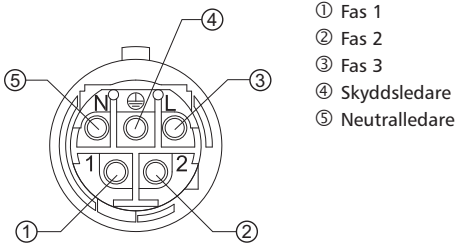

Fig. 9: Plintanslutningar på AC-kontakten
- Kontaktera den medföljande AC-kontakten enligt beskrivningen i Fig. 9 (se även Appendix).